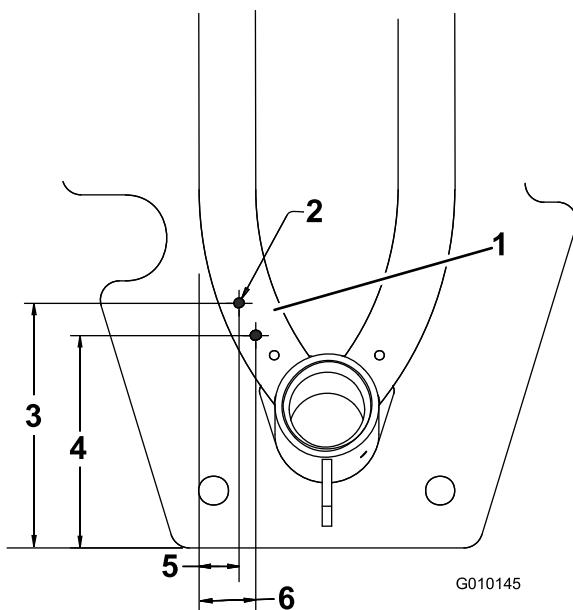

Figura 7
9. Utilizando o suporte do anteparo como modelo e com as dimensões mostradas em **Figura 7**, localize, marque e faça 2 furos de 7,13 mm no tubo da estrutura. Dimensões mostradas em **Figura 7** são para referência de localização do suporte.
Nota: **Figura 7** é mostrado como visto a partir da parte inferior da máquina.